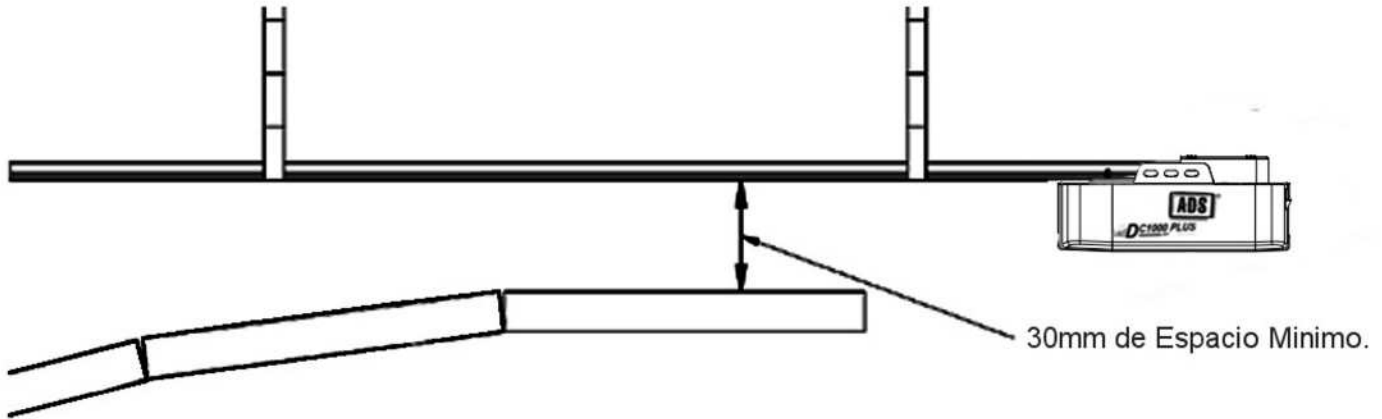

Fig.3
5. Debe haber 30mm de Espacio como Mínimo entre la parte Inferior del Riel y la parte Superior del Portón en el punto de Apertura. Ver (Fig.3).